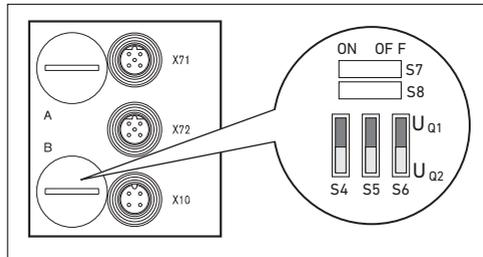

Abb. 9: Schalter S4, S5, S6 für die Zuordnung der Ventilversorgungsspannungen (UQ1, UQ2)
Die Schalter S4, S5 und S6 für die Zuordnung der Ventilversorgung befinden sich unter der PG-Verschraubung **B** (siehe Abbildung 9). Jedem Schalter sind zugeordnet:
1. Öffnen Sie die untere Schraubkappe **B** (siehe Abbildung 9 auf Seite 36).
2. Ordnen Sie mit Hilfe der Schalter S4, S5 und S6 jeder Ventilgruppe eine der beiden Versorgungsspannungen Uq1 oder Uq2 zu (siehe Abbildung 9 auf Seite 36 und Abbildung 10 auf Seite 43).